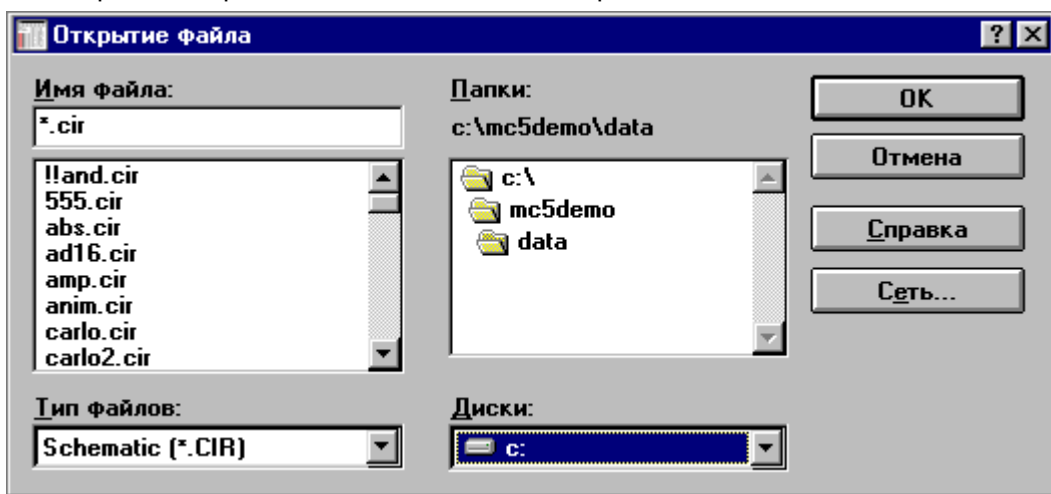

Рис. 2.3. Открытие схемы в формате MC5
**Open...** Открыть, созданную ранее схему (Ctrl+O). В открывшемся окне (рис. 2.3) выбираем каталог C:\MC5\DATA, в котором находятся файлы схем. На строке "Тип файлов" указывается тип просматриваемых файлов: